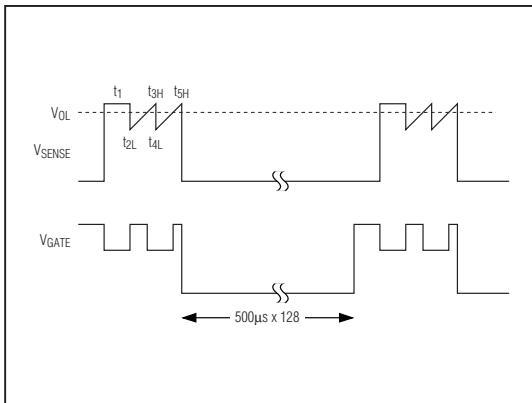

图14、MAX5921A过流故障实例
MAX5921/MAX5939带有一个过流故障积分器。当检测到过流情况时，内部数字计数器的数值递增。对于限流状态持续时间最大值为 $500\mu s$ 的器件，数字计数器的时钟周期是 $32\mu s$ ；对于限流状态持续时间最大值为 $2ms$ 的器件，时钟周期是 $128\mu s$ 。不足 $32\mu s$ 的过流被认为是 $32\mu s$ 过流。当MAX5921/MAX5939A的计数值达到 $500\mu s$ 时(最大限流状态持续时间)，被认为是产生了过流故障。如果过流故障持续时间不到 $500\mu s$ ，则计数器开始以低于递增速率128倍的速率(最大限流占空比)递减。如果过流状态的占空比大于最大限流占空比(参见图14)，则重复出现的过流状态将导致一次故障报警。
- 如果利用图 14 所示的光耦，则确定 LED 串联电阻为：